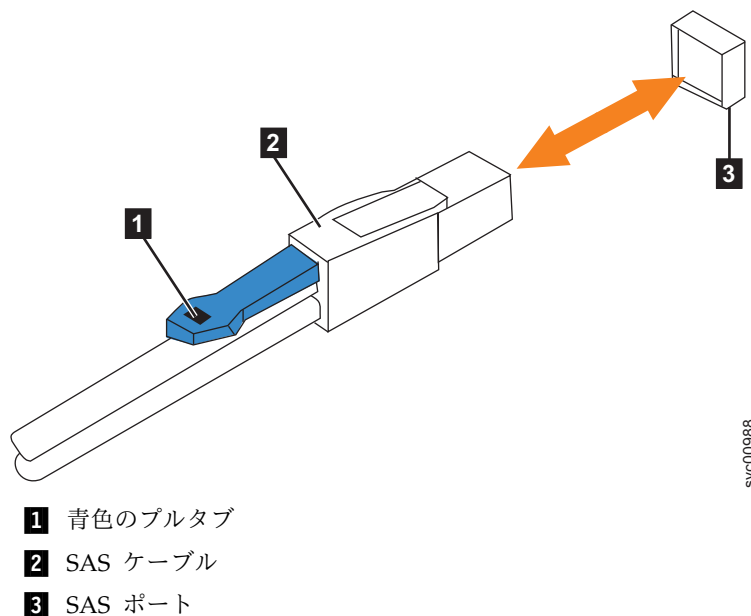

図 98. SAS ケーブル・コネクタの正しい向き
5. SAS コネクタの向きが、図 98 に示すように、正しいことを確認します。青色のタブが、エンクロージャー・キャニスターの上部を向いている必要があります。